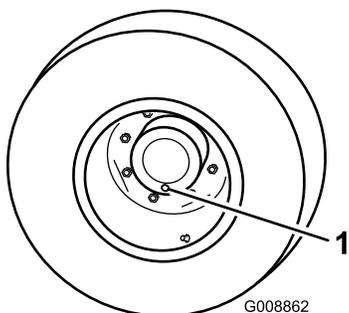

Рисунок 68
1. Поставив машину на ровную поверхность, расположите колесо так, чтобы одна контрольная пробка находилась в самом нижнем положении («6 часов») (Рисунок 68).